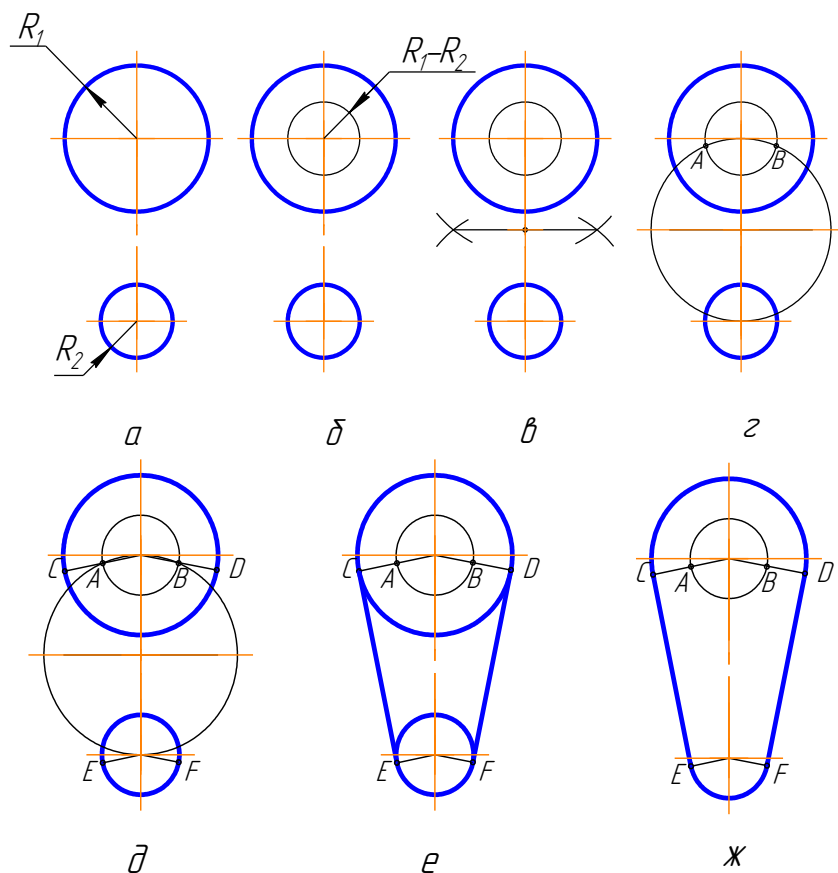

Рисунок 3.16 – Построение внешней касательной к двум окружностям:
Последовательность построения внешней касательной к двум окружностям (рисунок 3.16):
1. Из центра большей заданной окружности проводим окружность радиусом равным,  $R_1 - R_2$  (рисунок 3.16 б);
2. Через середину расстояния между центрами заданных окружностей проводим окружность радиусом, равным половине расстояния между этими окружностями (рисунок 3.16 в, г);
3. Находим точки пересечения этих окружностей  $A$  и  $B$  (рисунок 3.16 г);
4. Через центр заданной большей окружности и точки  $A$  и  $B$  проводим линии до окружности большего радиуса. Получаем точки  $C$  и  $D$  (рисунок 3.16 д);
5. Из центра меньшей окружности проводим прямые, параллельные прямым, построенным в пункте 4, получаем точки  $E$  и  $F$  (рисунок 3.16 д);
6. Точки  $C, E$  и точки  $D, F$  соединяем прямыми. Они расположены касательно к заданным окружностям (рисунок 3.16 е).